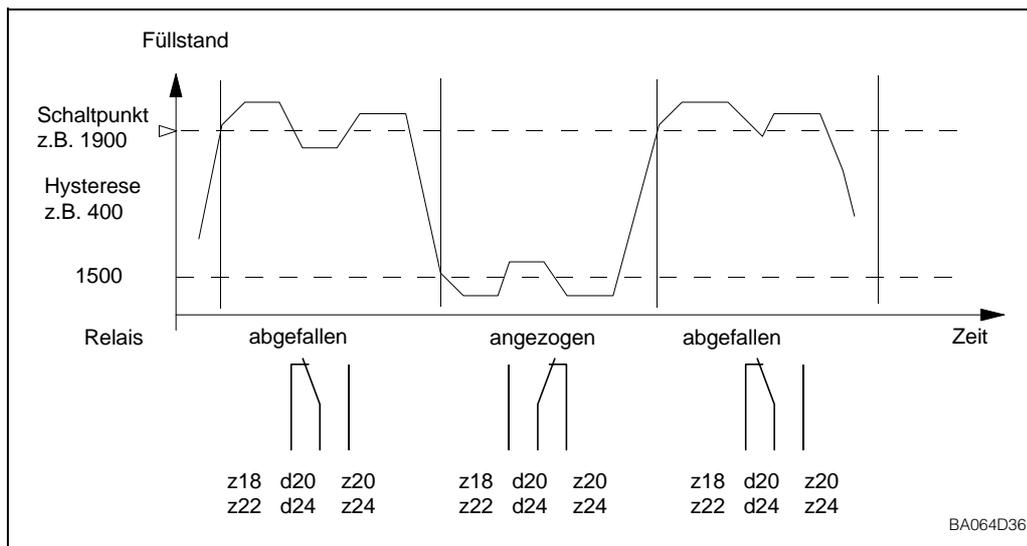

Abb. 7.1: Zweipunktbetrieb mit einem Relais: Max.-Sicherheitsschaltung
- Zweipunktbetrieb mit einem Relais (Abb. 7.1, 7.2)